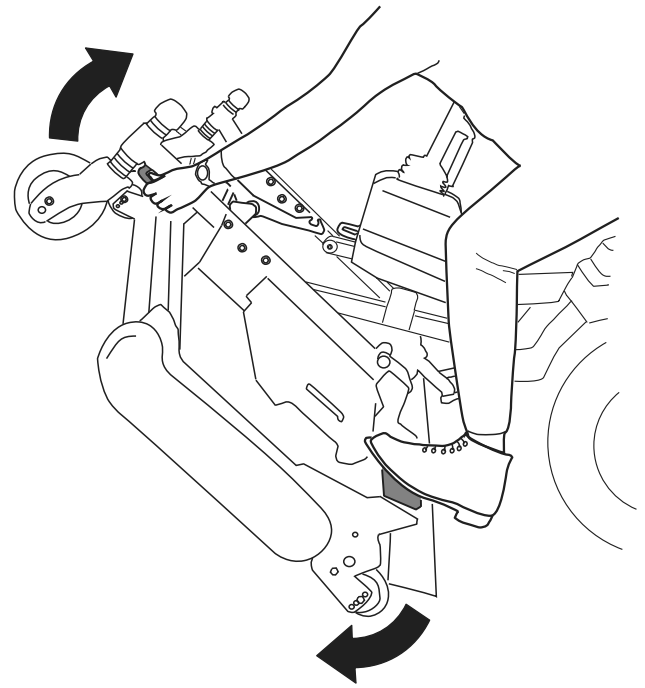
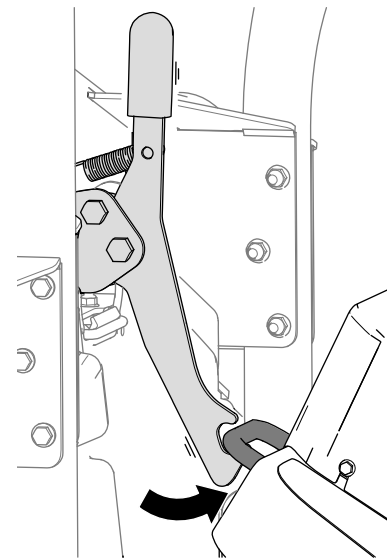
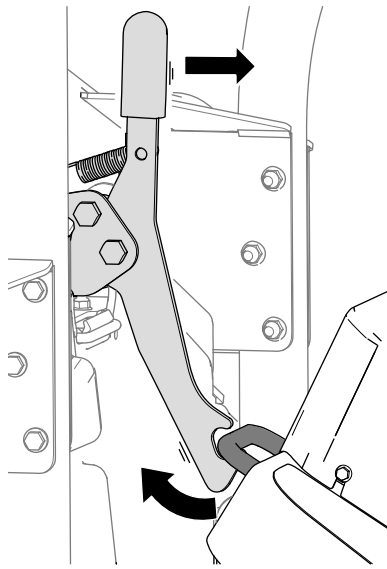

Figure 39
Figure 40
Figure 41
5. Tournez l'unité de coupe (Figure 39) de sorte que le verrou s'enclenche sur l'anneau d'arrimage (Figure 40).
1. Dégagez le verrou de l'unité de coupe de l'anneau d'arrimage (Figure 41) en faisant pivoter légèrement l'unité de coupe vers l'avant (voir Figure 39) et en tirant la poignée de verrouillage vers l'avant.